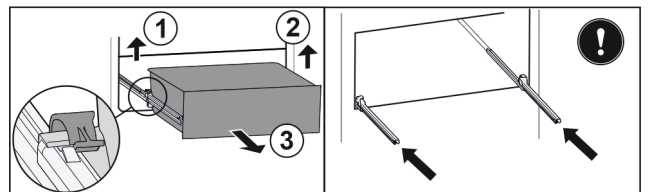

Fig. 48
- Linke Klemme anheben und gleichzeitig Schubfach links nach vorne ziehen. Fig. 48 (1)
- Rechte Klemme anheben und gleichzeitig Schubfach rechts nach vorne ziehen. Fig. 48 (2)
- Schubfach nach vorne entnehmen. Fig. 48 (3)